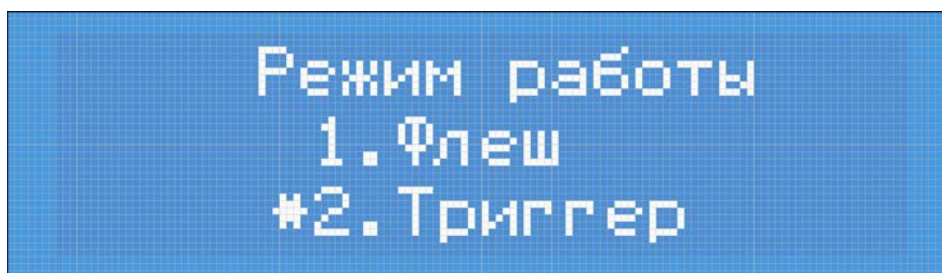

Рисунок 7: Выбор режима работы
– Нажать на кнопку «2», после чего отобразится меню (Рисунок 7). Установленный режим будет отмечен звездочкой;